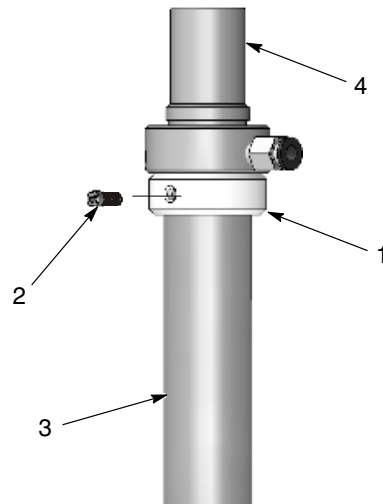

Figura 3-6 Installazione del collare sul tubo di raccolta
3. Vedi figura 3-6. Installare il collare (1) sul tubo di raccolta (2) come illustrato. Stringere la vite a brugola per fissare il collare.